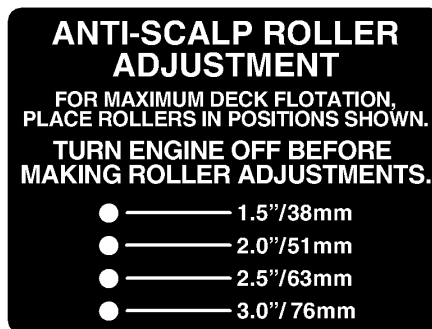

図 13
2. 設定した刈高に一番近い数値の穴を、芝削り防止ローラの取り付け穴とする (図13)。